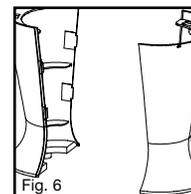

Fig. 6
- Alinee la pieza derecha e izquierda del pedestal y encájelas firmemente la una en la otra (Fig. 6).